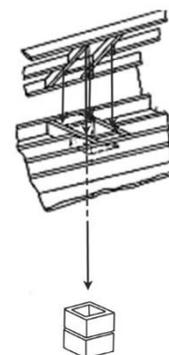

Figura 21. Penetración en el techo
F. Mida hacia todos los lados del clavo y marque la abertura requerida, y luego haga un agujero en el techo. Recuerde que el agujero se mide en la horizontal, y luego se proyecta hacia el techo. El agujero puede ser entonces más grande, dependiendo de la inclinación del tejado. Véase la figura 21.
E. Mida a todos los lados del clavo y marque la abertura requerida, y luego haga un agujero en el techo. Recuerde que el agujero se mide en la horizontal, y luego se proyecta hacia el techo. El agujero puede ser entonces más grande, dependiendo de la inclinación del techo. Véase la figura 21.